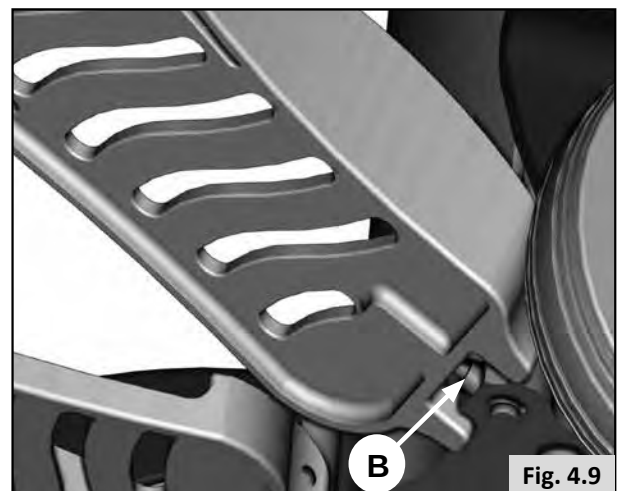

Fig. 4.9
- Klap de voetplaat omhoog zodat u bij de schroef kunt komen waarmee de hoek kan worden gesteld (B-Fig. 4.9).